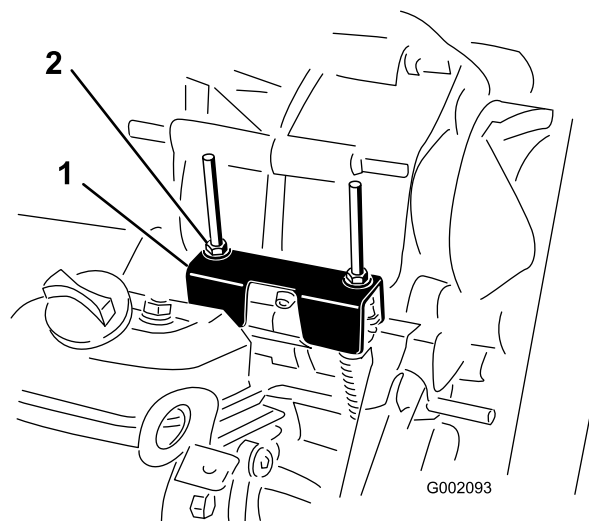

Figure 49
Lors des entretiens courants et/ou des diagnostics du moteur, vous devez placer la boîte-pont au point mort (Figure 49). La position point mort de l'inverseur de marche commande le point mort de la boîte-pont. Procédez comme suit pour vérifier que le point mort de l'inverseur de marche actionne correctement le point mort de la boîte-pont :
2. Vérifiez que la patte de réglage du point mort est à la position point mort (au même niveau que le support de fixation du câble situé sous la patte d'inversion de marche) en tournant l'embrayage (Figure 49).
3. Serrez l'un des contre-écrous (Figure 49) pour obtenir un espacement de 0,76 à 1,52 mm.